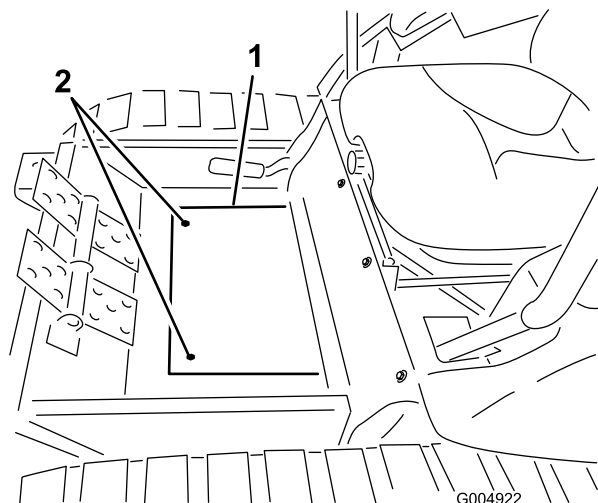

Figura 33
25. Instale la tapa de la chapa de suelo del bastidor de invierno en el suelo con los tornillos que retiró anteriormente (Figura 33).